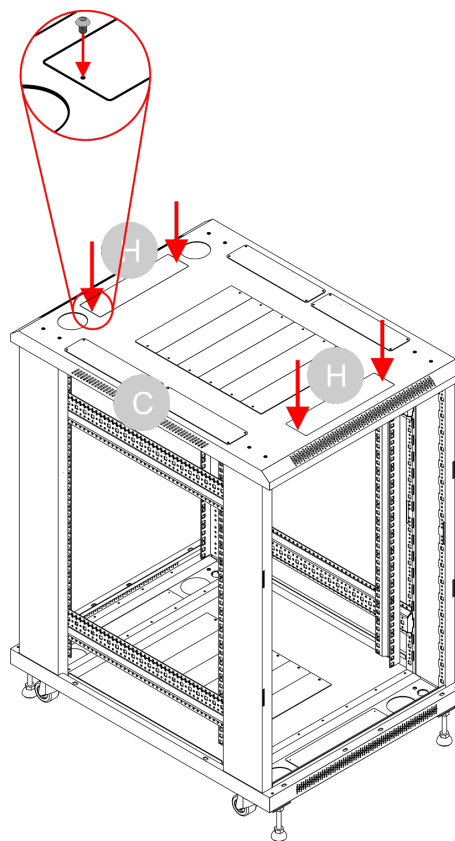

Fig. 34
- 18) Fissare le 2 **piastre metalliche (H)** ai **telai (B)** con 2 **viti (N)** per ogni piastra, come indicato nella Fig. 34.